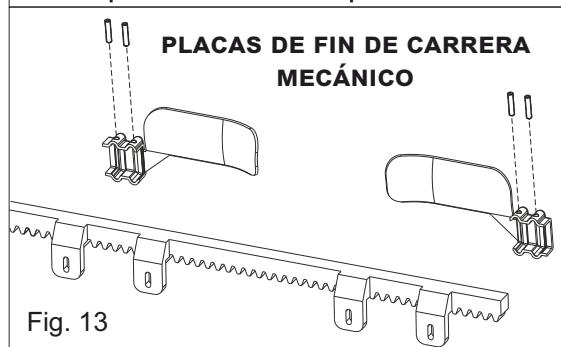

Fig. 13
- **FINAL DE CARRERA MECÁNICO:** posicionar la placa (Fig. 13) en la cremallera según la posición deseada de final de carrera; fijar la placa en la cremallera con los tornillos suministrados.